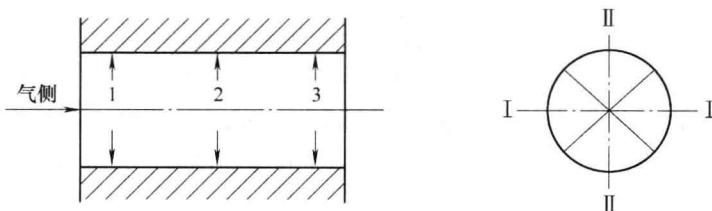

图 1-16 气缸测量位置
15) 清洗气缸内部，擦拭干净，用千分尺分别测量六个气缸的内径，测量的位置如图 1-16 所示，将结果记录下来，在整个气缸内的长度方向上，测量三个不同的位置，在圆周方向，测量四个点，相隔 90° 测量。在千分表读数时，要读出整数和小数，当磨损量大于 0.5mm 时，仅读千分表上的小数会产生错误。在现场检修时，曾经发生过这样的事情，仅读千分表的小数值，忽略了千分表的整数值，导致测量误差达到 2mm ，使故障判断走入误区。